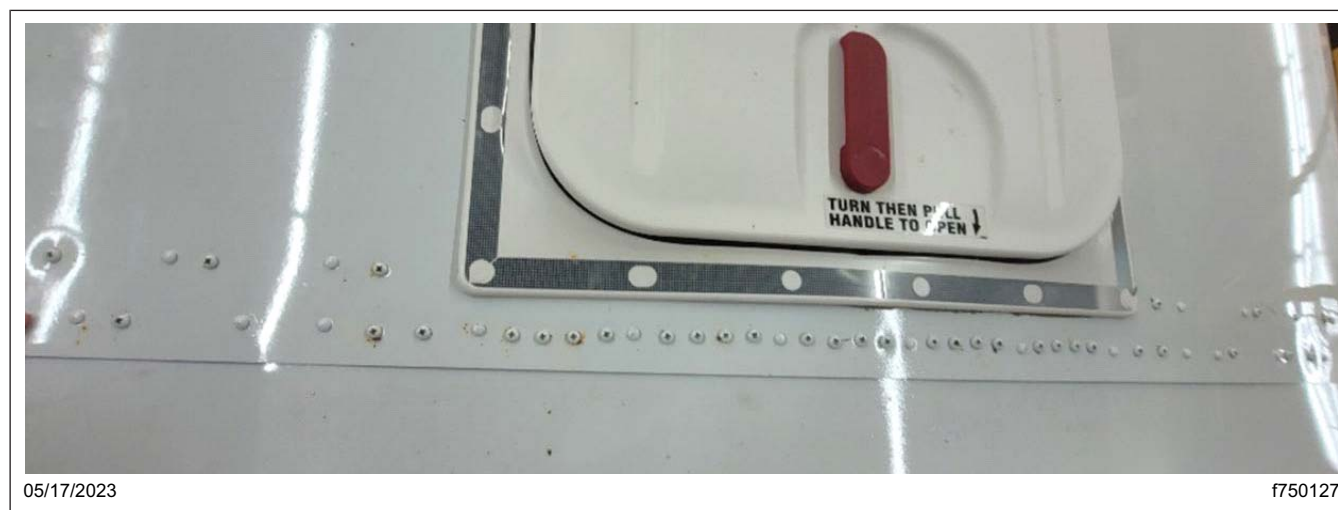

Fig. 23, Vis supplémentaires installées
35. Installer une vis dans chaque trou pilote, comme indiqué dans Fig. 23. Voir Tableau 4 le nombre de vis à ajouter par joint.